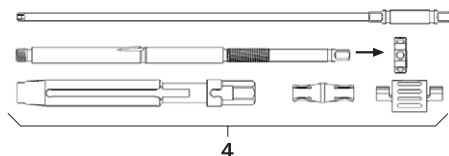

Fig. 2
- Desmontar la palanca de reposición 4, ver Fig. 2. Desmontar completamente la palanca de reposición en su componentes y desenroscar la tuerca tensora.